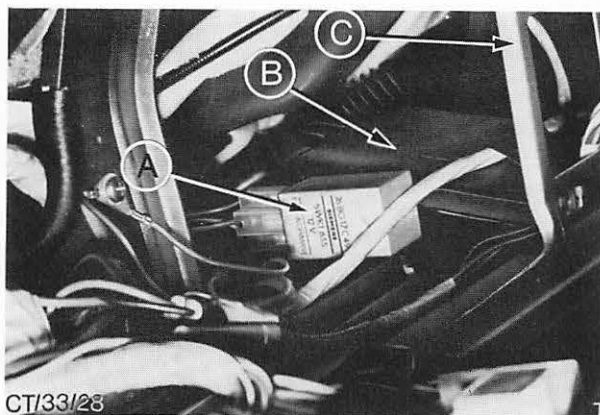

Abb. 44 A = Scheibenwischer-Relais
2. Durch die Öffnung des Kombiinstrumentes Relais vom Aschenbecherhalter lösen, Abb. 44.